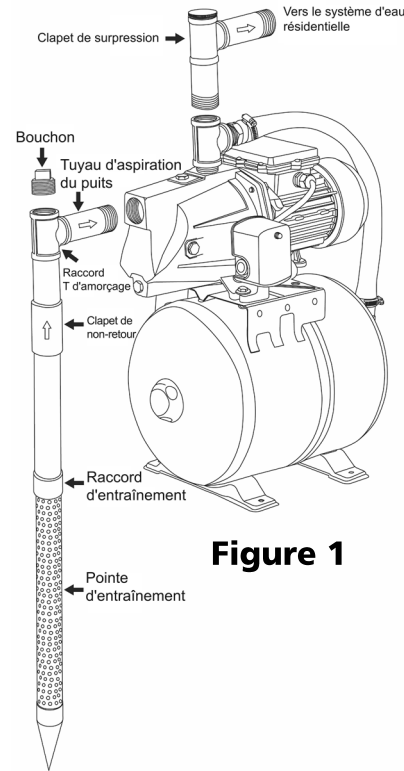

Figure 1
3. Installer un raccord en T d'amorçage avec un bouchon sur le tuyau d'aspiration de la source d'eau, comme montré dans la Figure 1. Un clapet de non retour devrait également être installé sur la conduite d'aspiration se rendant vers la pompe. Installer un raccord union ou autre qui permettra la séparation aisée de la pompe de sa tuyauterie pour faciliter l'entretien. Assurer que du ruban téflon ou du composé d'étanchéité de tuyau sont bien utilisés sur tous les raccords.